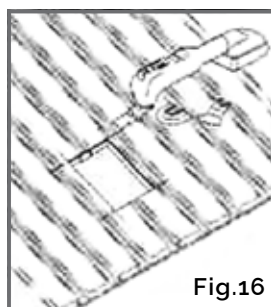

Fig.16
- Anexe a ferramenta de lixamento ao dispositivo multifuncional e suavize quaisquer bordas ásperas para garantir um encaixe limpo para a tomada. (Fig. 16)